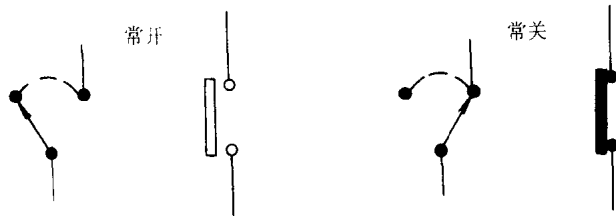

图 0-5 一般开关状态的表示
(3) 控制电路中有关开关位置的说明 在控制电路中一般开关的状态是按图 0-5 所示来表示的,并且应说明在何种情况下开关所处的位置。例如:点火开关置于断开位置;车门、发动机舱盖、行李舱盖关闭;制动踏板未踩下;驻车制动未松开等。对多路开关的状态,一般